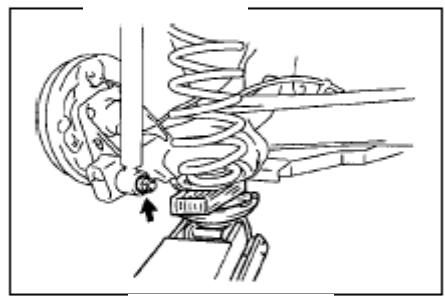

Рис. 209
- (1) Поднимите домкратом и установите левый задний амортизатор на задней балке(рис. 209)
- (2) Временно зафиксируйте гайки и прокладки